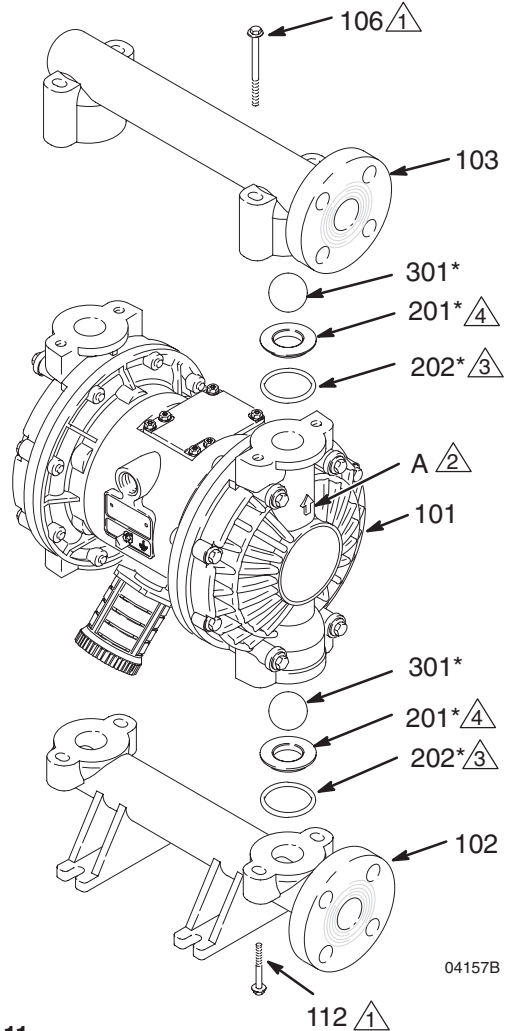

Abb. 11
3. Mit einem 10 mm-Steckschlüssel die 4 Schrauben (106) lösen, mit denen der Auslaßverteiler (103) an den Materialabdeckungen (101) befestigt ist. Siehe Abb. 11.
4. Die Sitze (201), Kugeln (301) und O-Ringe (202) aus dem Verteilerrohr ausbauen.
2. Im umgekehrter Reihenfolge wieder einbauen und dabei alle Hinweise in Abb. 11 beachten. Sicherstellen, daß die Kugelventile **genauso** zusammengesetzt werden wie in den Abbildungen dargestellt. Die Pfeile (A) auf den Materialabdeckungen (101) **müssen** zum Auslaßverteiler (103) zeigen.
- 2 ⚠️ Pfeil (A) muß zum Auslaßverteiler (103) zeigen.
- 4 ⚠️ Die abgeschrägte Sitzoberfläche muß zur Kugel (301) zeigen.